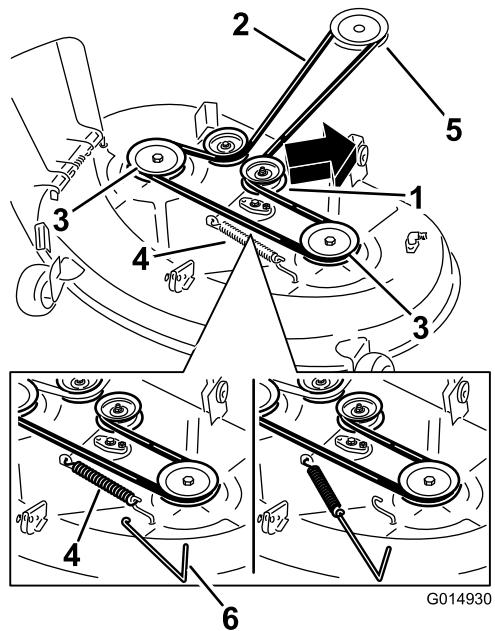
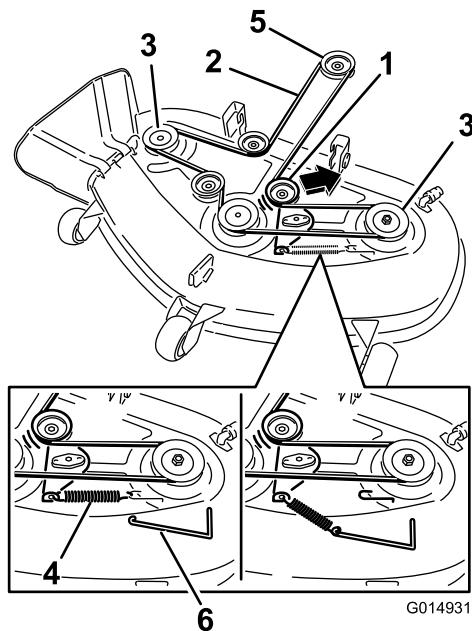

図 58
図 59
6. スプリング取り外し工具Toro P/N 92-5771を用いて、デッキのフックからアイドラススプリングを取り外してスプリングのテンションをなくし、プーリからベルトを取り外す図 58と図 59。
7. エンジンプーリとデッキプーリに新しいベルトを掛け回す図 59。
8. スプリング取り外し工具を用いて、デッキのフックにアイダラスプリングを取り付けてスプリングにテンションを掛ける。これによりアイダラプーリとベルトが強く張る図 58と図 59。